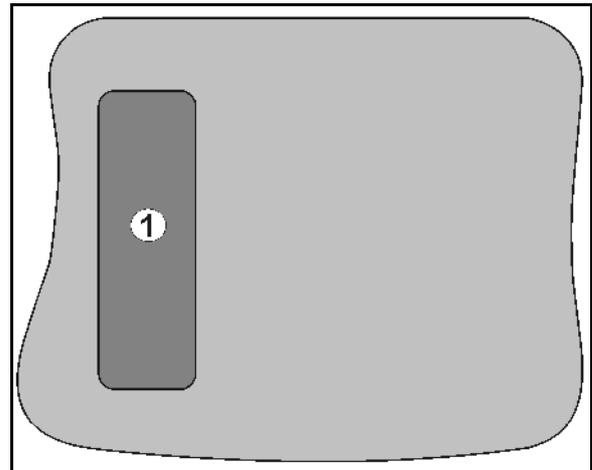

Fig. 9
- Sul retro dell'apparecchio si trova il tasto Shift  (Fig. 9/1).